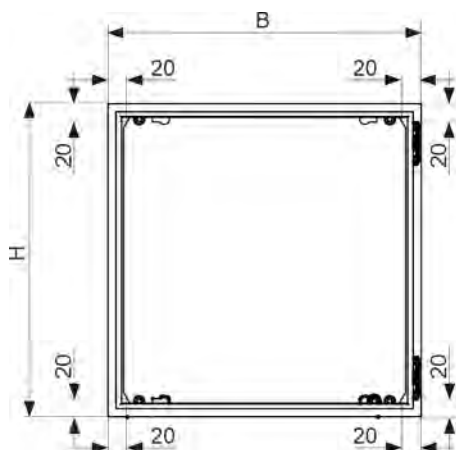

Abb. 6: Wandmontage: DryExx® Basic
**i** Bei Montage an einem Montagegestell die dem Lieferumfang beiliegenden Schweißbolzen gemäß Angaben in Abb. 6 an der vorgesehenen Fläche anbringen.
1. Die Befestigung gemäß Angaben in Abb. 6 vorbereiten.